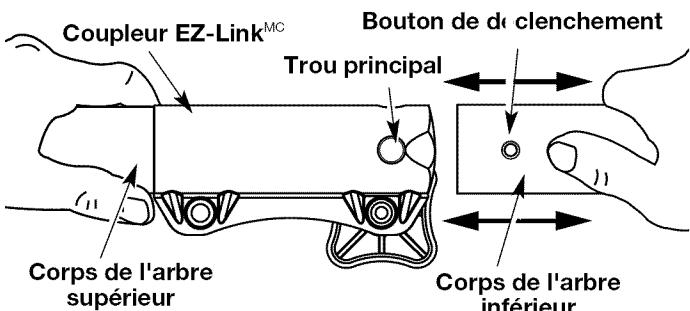

Fig. 17
2. Tenez fermement l'accessoire et enfoncez-le tout droit dans le coupleur EZ-Link^{MC} (Fig. 17).